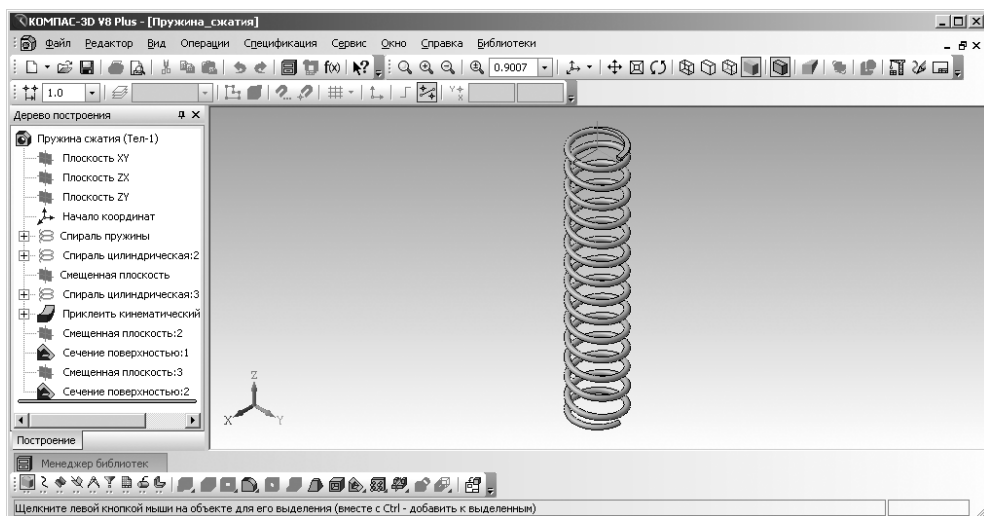

Рис. 4.41. Изображение модели пружины сжатия
- щелкните в главном окне системы **Проектирование цилиндрической пружины сжатия** по кнопке **Построение**. Появится графическое изображение трехмерной модели только что рассчитанной пружины сжатия, см. рис. 4.41.